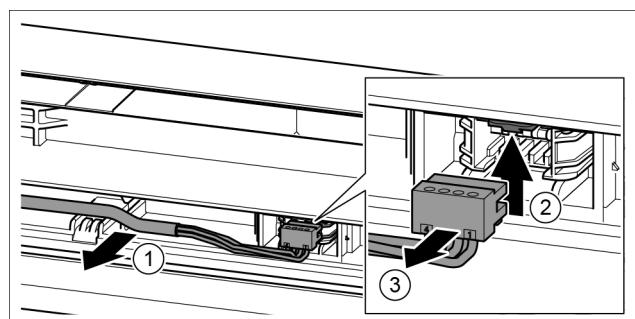

Fig. 19
- Обережно витягніть сірий кабель з направляючої в дверцях. Fig. 19 (1)